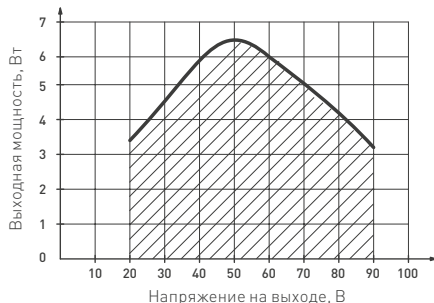

Рисунок 2. График зависимости выходной мощности источника питания от напряжения на выходе (примерный)
- 4.3. При подборе светодиодной панели или светодиодного светильника учитывайте зависимость выходной мощности источника питания от напряжения на выходе (см. рисунок 2). Выходное напряжение источника питания обусловлено подключенной нагрузкой.